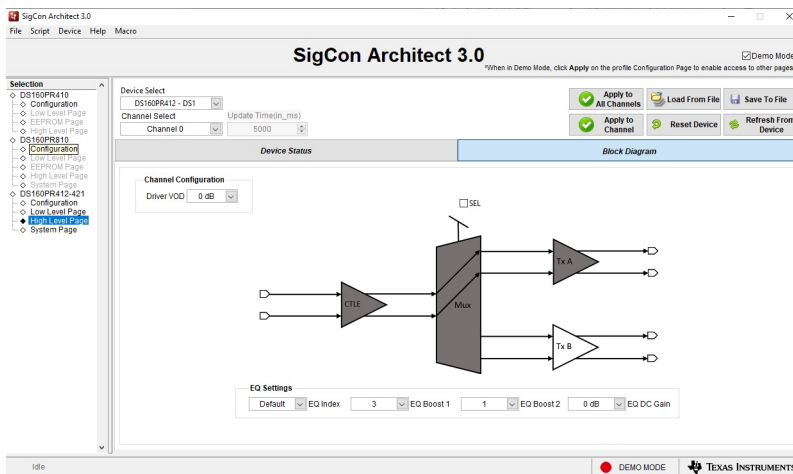

Figure 2-1. SigCon Architect DS160PR412-421 High Level Page
12. In the DS160PR412-421 High Level Page, select Block Diagram as shown in Figure 2-1.